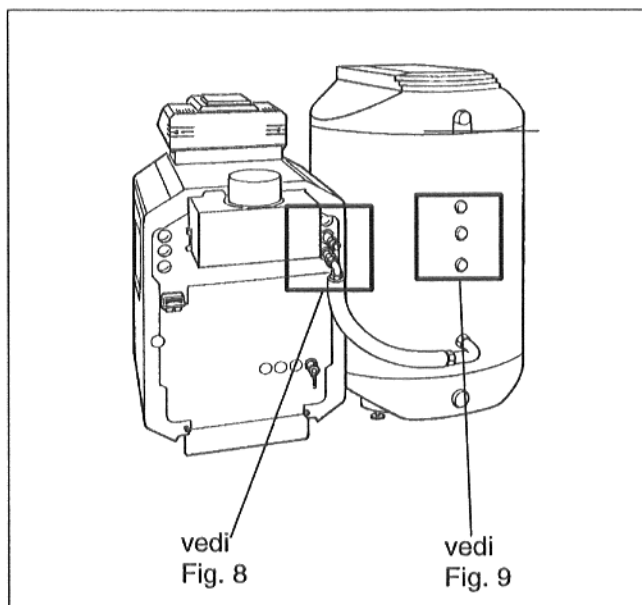
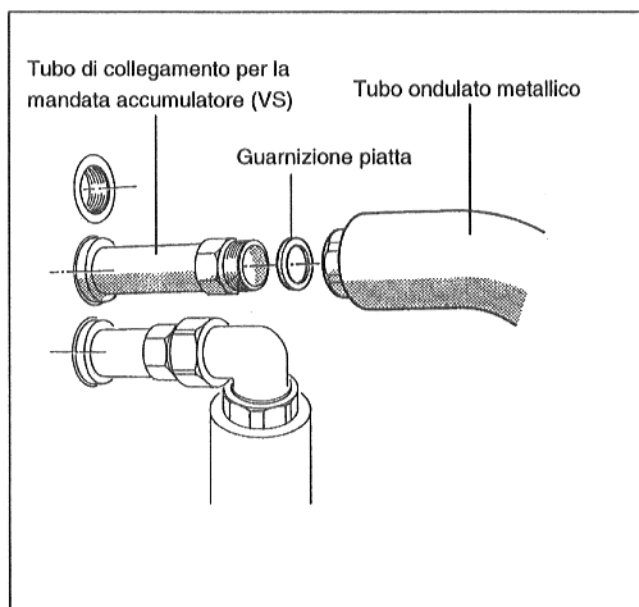
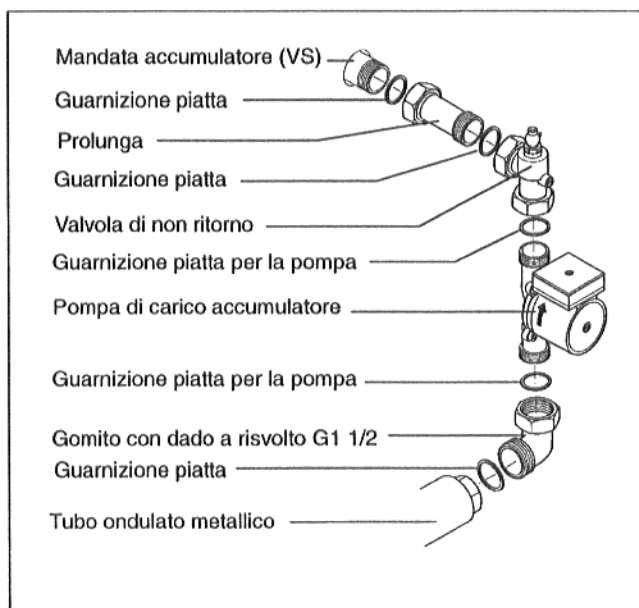

Fig. 7 Vista posteriore, collegamento di ritorno montato
Fig. 8 Mandata accumulatore sulla caldaia
Fig. 9 Mandata accumulatore con pompa di carico accumulatore
- Inserire la guarnizione piatta nel dado a risvolto del tubo ondulado metallico di mandata (tubo più lungo), preformare il tubo ondulado metallico e avviarlo al tubo di collegamento della mandata dell'accumulatore a livello della caldaia (Fig. 7 e Fig. 8).
- Inserire la guarnizione piatta nel dado a risvolto della prolunga e avvitare quest'ultima alla mandata caldaia (Fig. 7 e Fig. 9).
- Inserire la guarnizione piatta nel dado a risvolto della valvola di non ritorno e avvitare quest'ultima alla prolunga (Fig. 7 e Fig. 9).
- Inserire la guarnizione piatta per la pompa (Ø 44 x 28 x 2) nell'altro dado a risvolto della valvola di non ritorno e avvitare la pompa di carico accumulatore alla valvola di non ritorno mantenendo la direzione di flusso verso l'alto (Fig. 7 e Fig. 9).
- Inserire la seconda guarnizione piatta per la pompa (Ø 44 x 28 x 2) nel dado a risvolto G1 1/2 del gomito e avvitare quest'ultimo al tronchetto di aspirazione della pompa di carico accumulatore (Fig. 7 e Fig. 9).
- Inserire la guarnizione piatta nel secondo dado a risvolto del tubo ondulado metallico e avvitare quest'ultimo al gomito (Fig. 7 e Fig. 9).